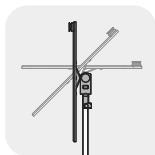

图15
- 按住压熨烫板背面的按钮，可手动转动熨烫板（45°、90°），听到“咔哒”声后松开按钮，熨烫板旋转完毕，体验多角度熨烫。(图15)